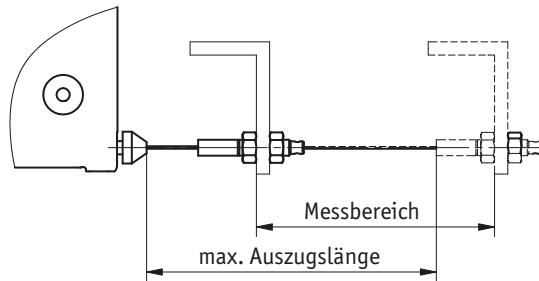
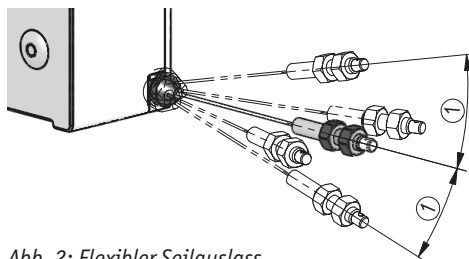

Abb. 1: Prüfung Auszugslänge
Abb. 2: Flexibler Seilauslass
- ▶ Das Seil nicht über die angegebene maximale Auszugslänge ausziehen (siehe Abb. 1).
- ▶ Erhöhter Verschleiß an Seil und Seilauslass bei Ausnutzung des flexiblen Seilauslasses (siehe Abb. 2 und Kapitel 8). Seil möglichst senkrecht zum Seilausgang führen (siehe Abb. 1).